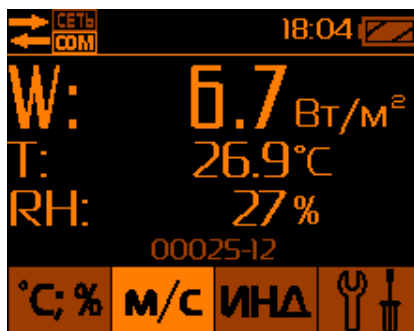

Рис.14 – Измерение интенсивности теплового облучения, температуры и влажности.
2.5.3. Режим измерения интенсивности теплового облучения (W)
включатся после повторного нажатия кнопки **M/C** (позиция 5, Рис.1) в режиме измерения радиационной температуры (Tr). При этом на дисплее высвечиваются численные значения интенсивности теплового облучения (W) в Вт/м², температуры воздуха в °С и относительной влажности в % (Рис.14).